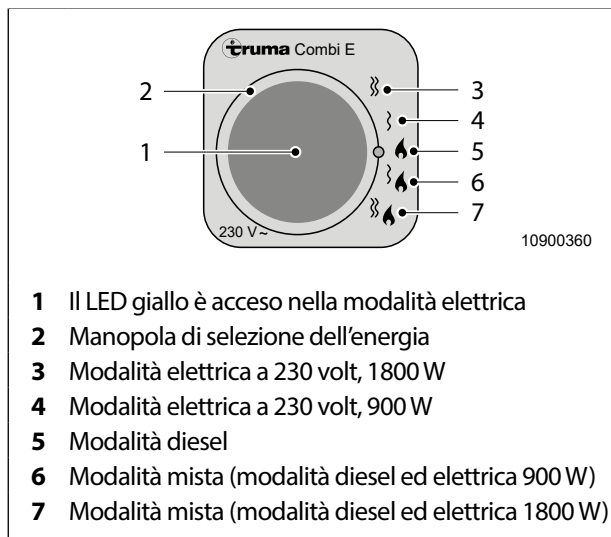

Fig. 59 Selettore energia CP E Classic
1. Girare la manopola (Fig. 59, pos. 2) in posizione 3 (1800 W) o 4 (900 W). Il LED giallo (Fig. 59, pos. 1) segnala la modalità elettrica a 230 V.
1. Ruotare la manopola girevole (Fig. 59, pos. 2) fino alla posizione 5.
1. Girare la manopola (Fig. 59, pos. 2) in posizione 6 o 7.